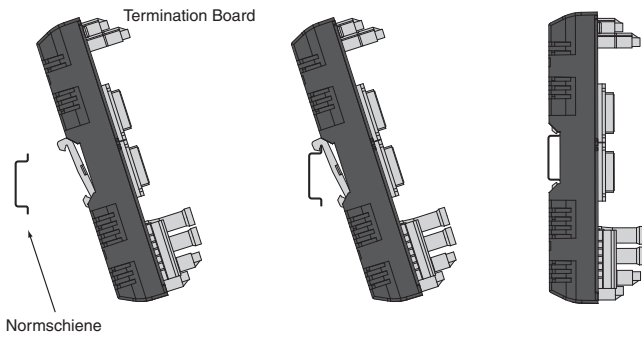

Abbildung 5 Korrekte Montage des H-System-Termination Boards
- Setzen Sie das Termination Board auf die Normschiene (Abbildung 5).